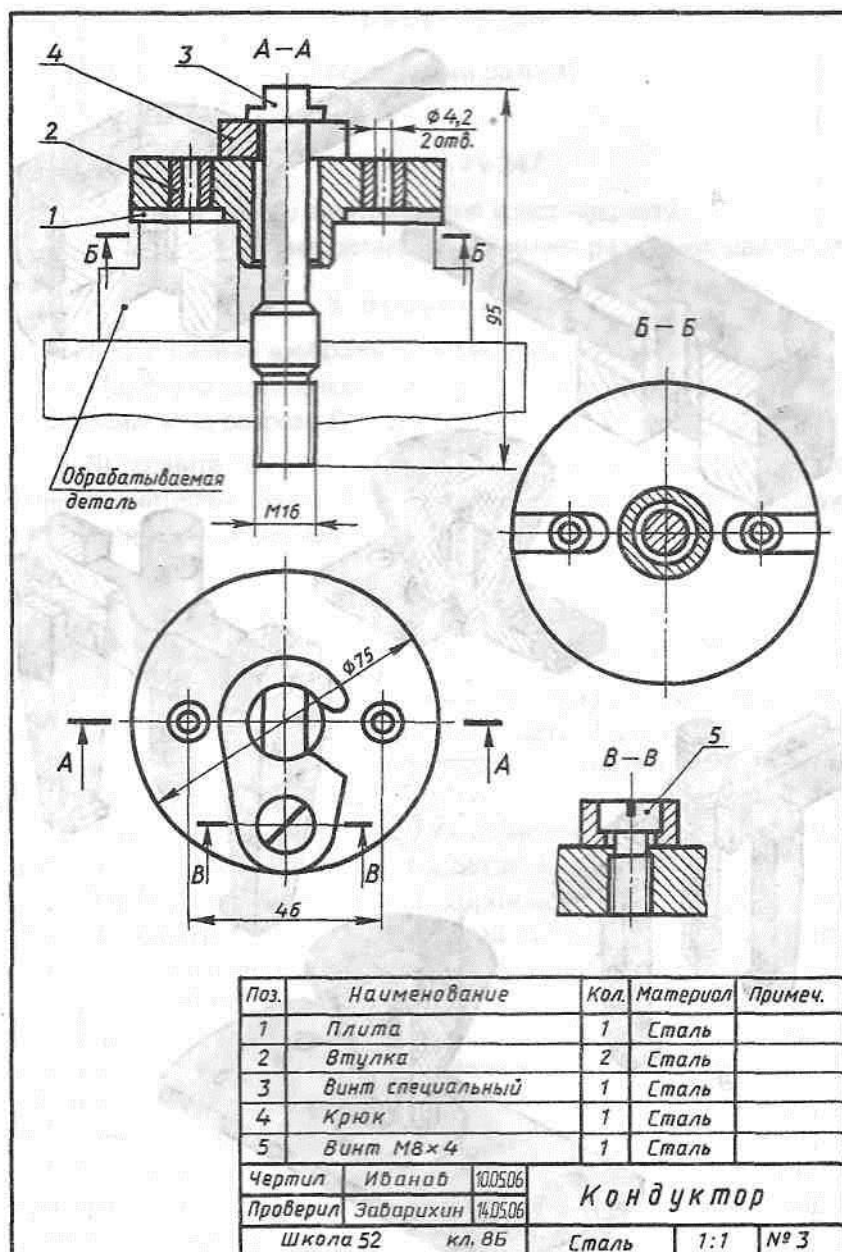

Рис. 248. Чертеж для чтения
- 6) рисунок 248, детали 1, 3.